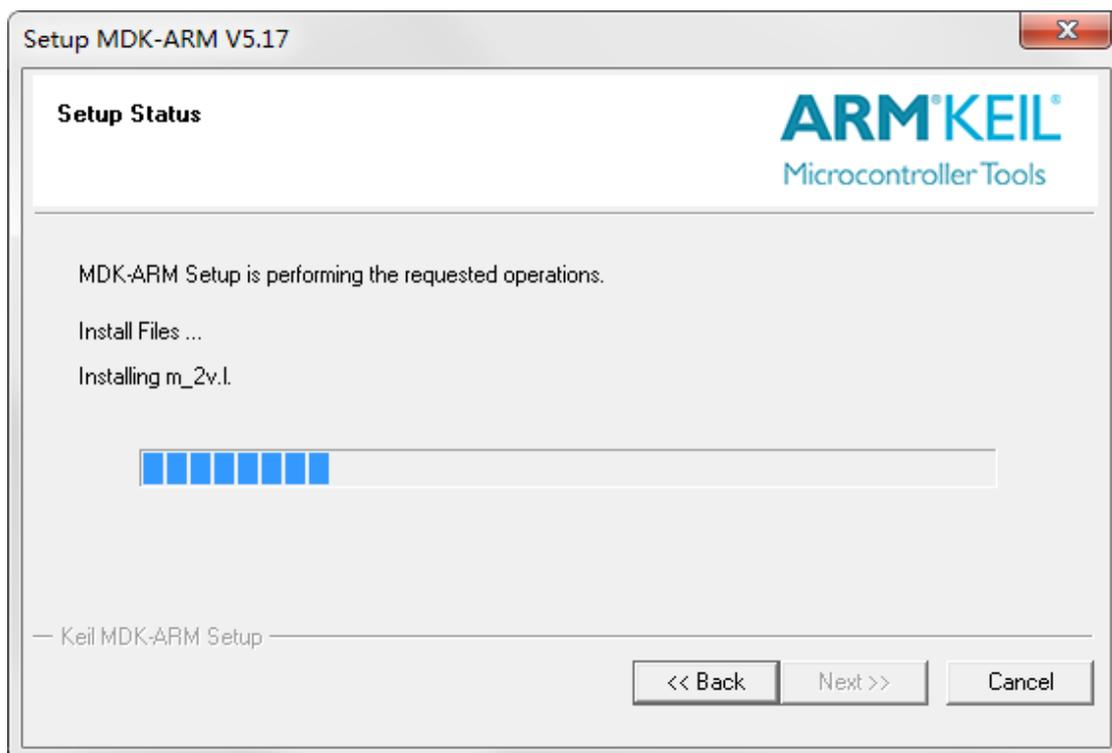

图 2.9 MDK-ARM 安装进行中
(5) 接下来，MDK-ARM 便开始安装。如图 2.9 所示。